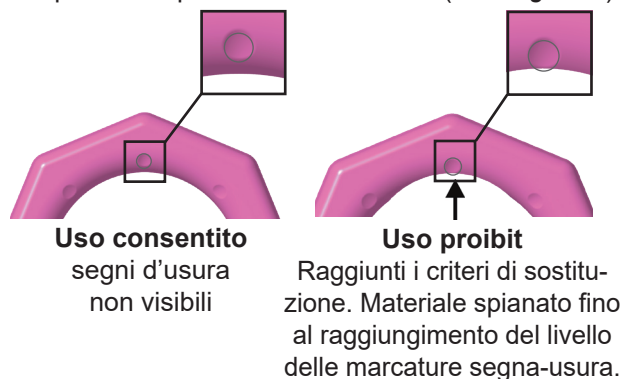

Figura 1: Indicatori d'usura
- Verificare con attenzione gli indicatori di usura riportati sul punto di sollevamento (vedi *Figura 1*):